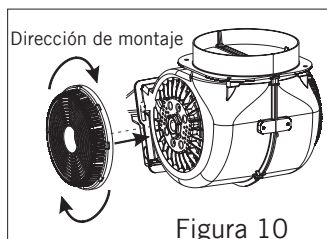

Figura 10
- Los filtros de carbón se monta como visto en **Figura 10** a los dos lados del ventilador en el sentido de las agujas del reloj casi 10 de gradadas.